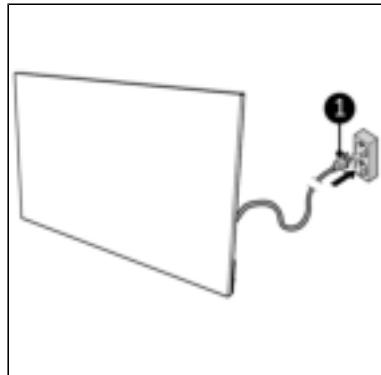

Abbildung 31.
2. Stecken Sie den Netzstecker (Abbildung 31, Pos. 1) in eine leicht zugängliche geerdete Steckdose. Verwenden Sie eine geerdete Steckdose mit einer Mindestleistung von 800 Watt.